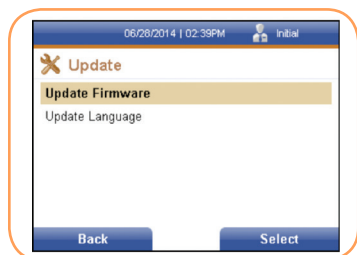

FIGURA 115
2. Pulse la tecla programable derecha para seleccionarlo. Se muestra la pantalla *Actualizar* (Figura 115).